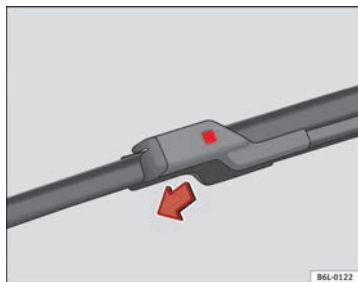

Fig. 130 Substituição das escovas do limpa pára-brisas
- Prima o botão de segurança ⇒ Fig. 130.